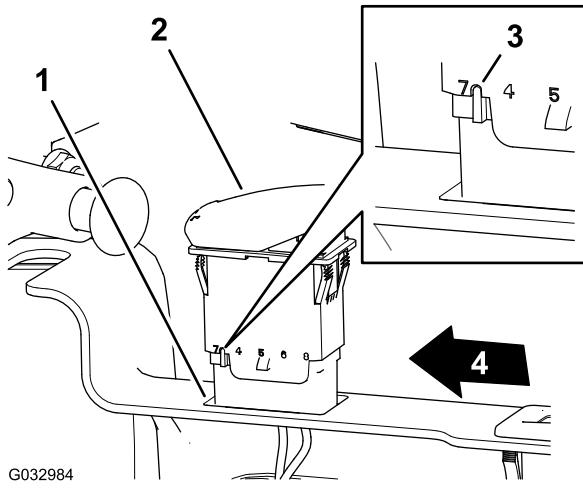

图16
- 对准开关，使开关壳体的槽口朝向控制面板左侧（图16）。
- 将开关插入控制面板的开口，直至牢固卡入面板（图16）。